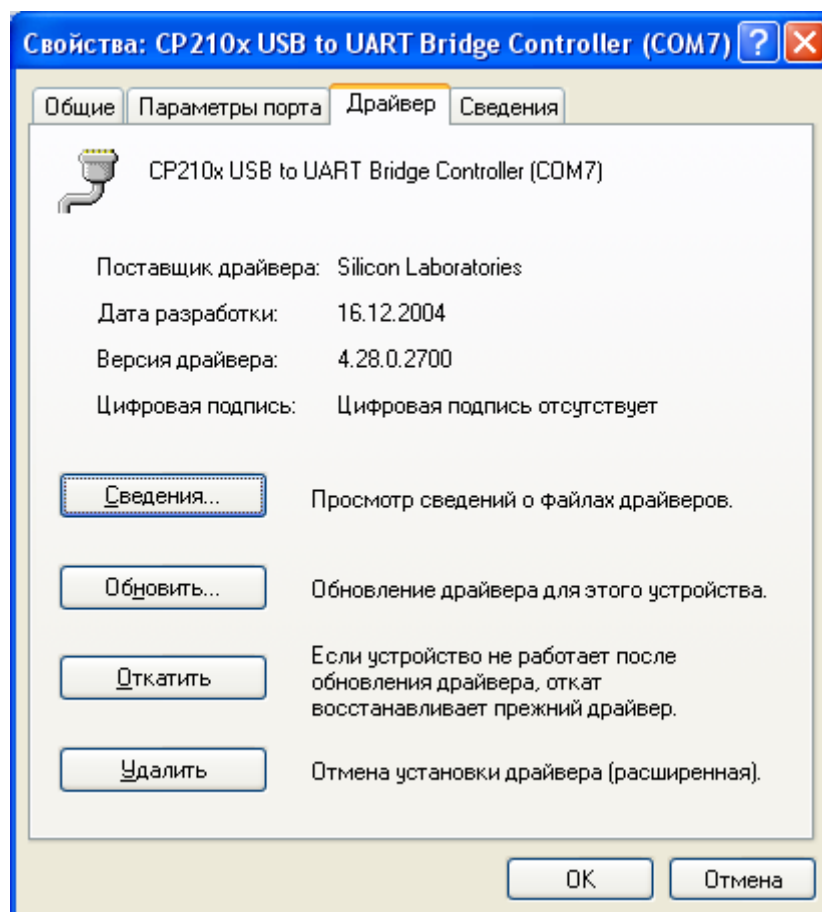

Рисунок 4 –закладка «Драйвер» окна «Свойства»
3.2.2.2. В окне «Свойства» выберите закладку «Драйвер», рисунок 4, и нажмите кнопку «Удалить».